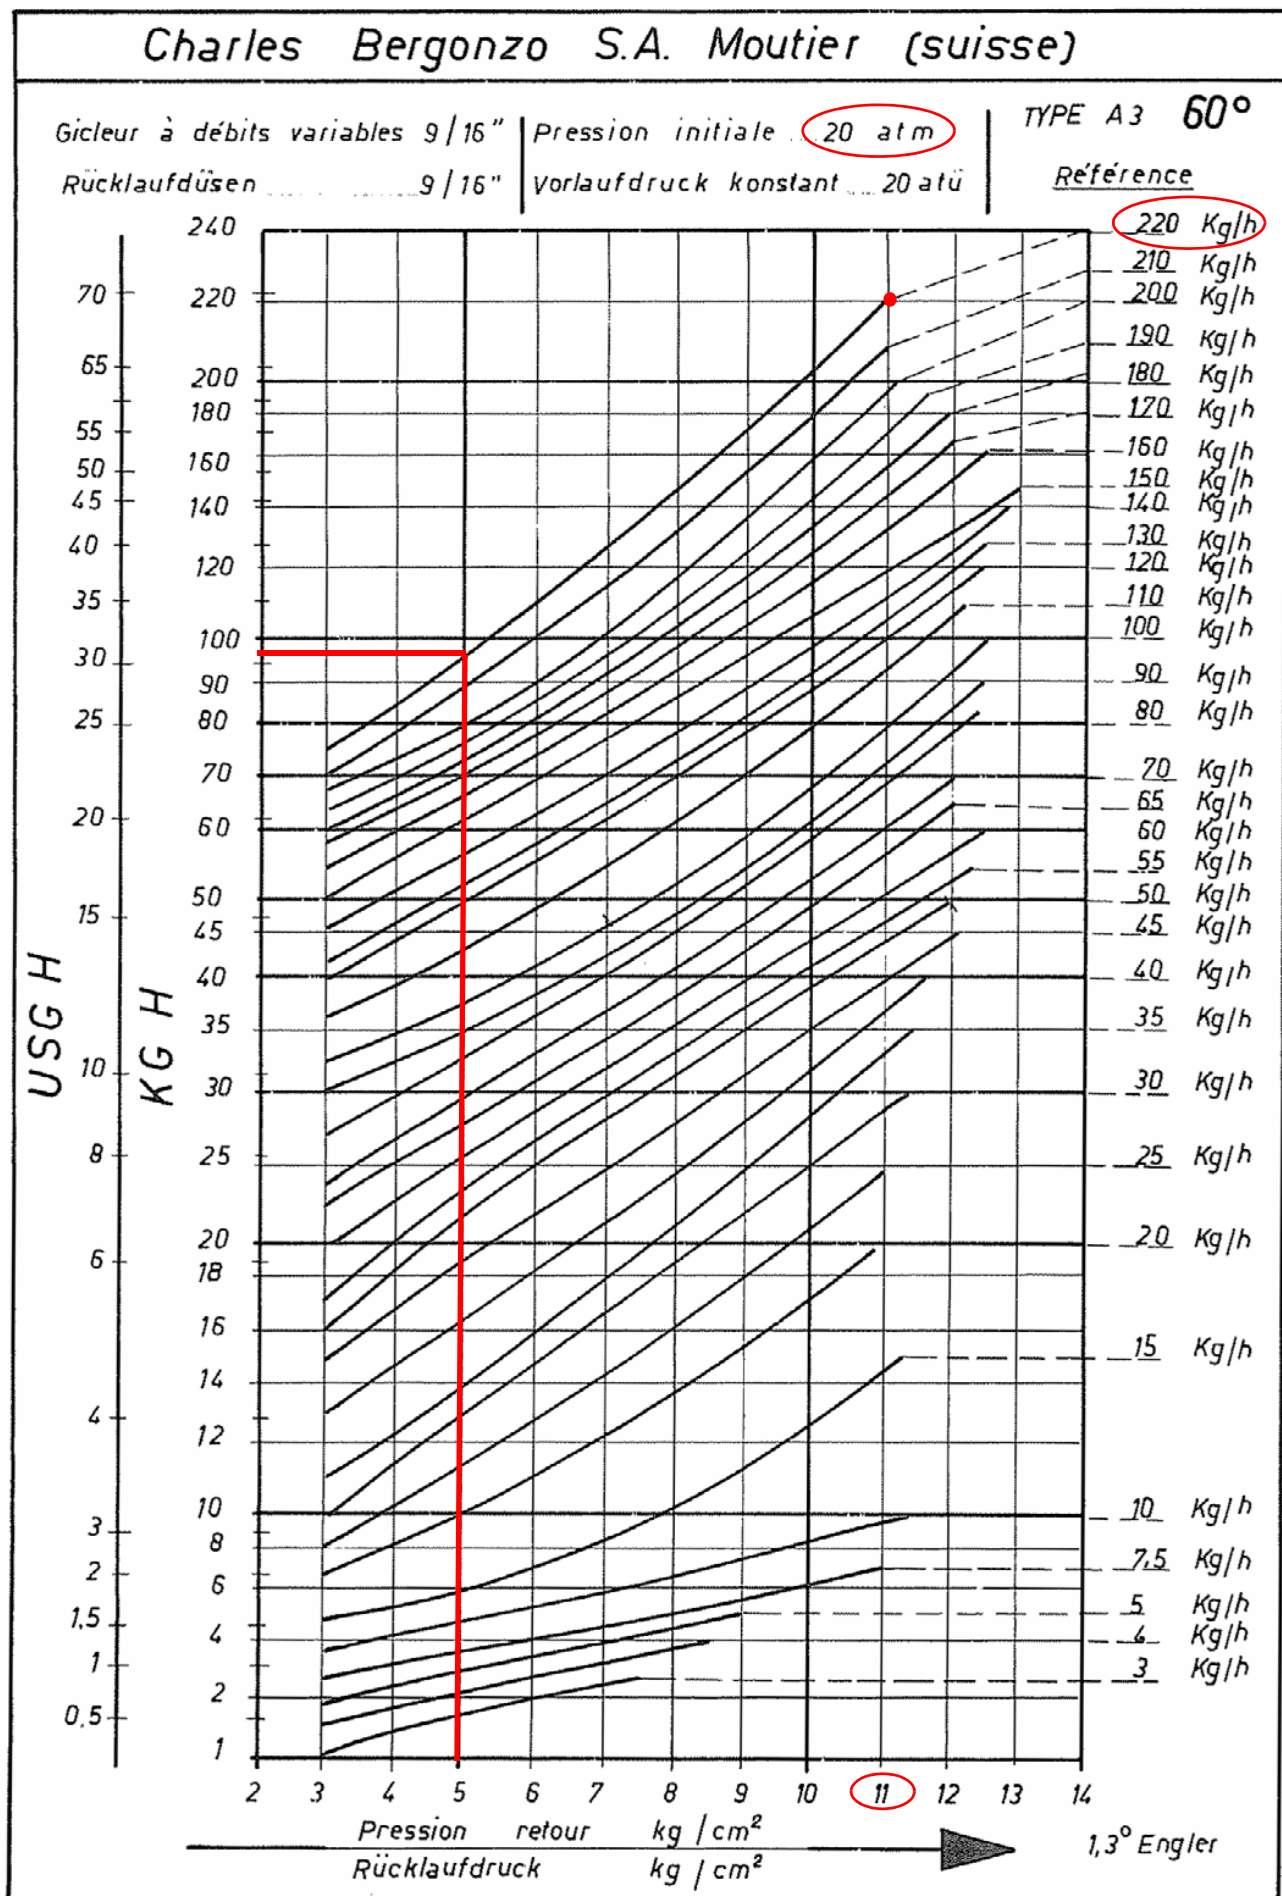
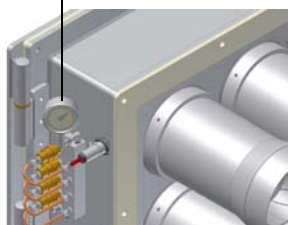
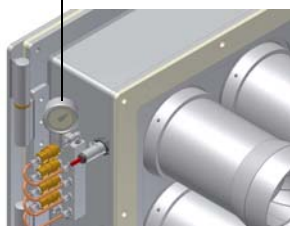

Рис. 13
Рис. 15
Рис. 19
Расход дизельного топлива регулируется, благодаря выбору форсунки (противопоточного типа) соответствующей типу котла/применения размера, а также регулировке давления на прямом и обратном ходе топлива, согласно значений, описанных далее. Расход в режиме большого пламени - это расход выбранной форсунки при закрытом обратном ходе топлива. Расход в топке зависит от заданного, с помощью винта **V** регулятора, давления на обратном ходе (см. Рис. 13).
- 9 Давление питания форсунки уже отрегулировано заранее на заводе-изготовителе и не должно изменяться. Только в случае необходимости, отрегулировать давление питания (см. соответствующий параграф) следующим образом: установить манометр в положение, указанное на Рис. 15, воздействовать на регулировочный винт **VR** насоса (см. Рис. 14) до получения на форсунке давления в 20 бар (форсунки Bergonzo - см. график на Рис. 13);
- 10 Давление питания форсунки уже отрегулировано заранее на заводе-изготовителе и не должно изменяться. Только в случае необходимости, отрегулировать давление питания (см. соответствующий параграф) следующим образом: установить манометр в положение, указанное на Рис. 19, воздействовать на регулировочный винт **VR** насоса (см. Рис. 18) до получения на форсунке давления в 20 бар (форсунки Bergonzo - см. график на Рис. 13);